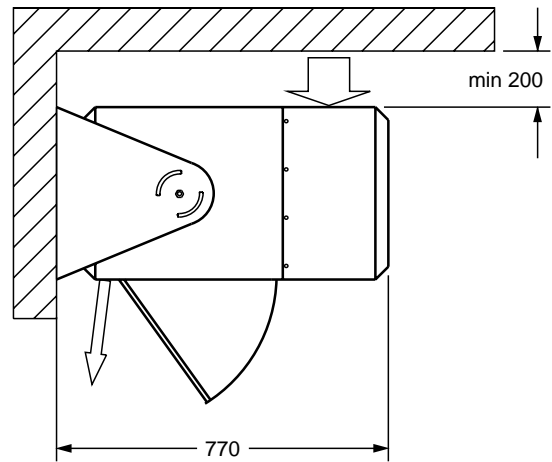

Fig 3.
- Observera angivna minimiavstånd (fig.3) och att apparaterna ej får monteras direkt under eluttag.